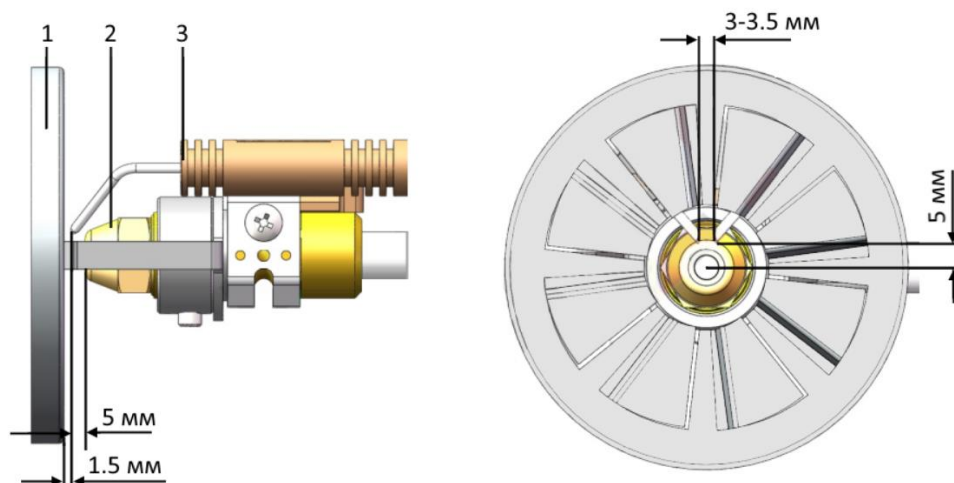

Рисунок 2.7 – Схема расположения форсунки, диска пламени, электрода розжига горелки ЕММА-СО.2-ЛО.
Регулировка расстояния между форсункой (2) и диском пламени (1) и угла форсунки должны соответствовать схеме, в то же время расстояние между электродом розжига (3) и диском пламени (1) устанавливается в соответствии со схемой, Рисунок 2.7. Неправильное расстояние приведет к сильному воспламенению.